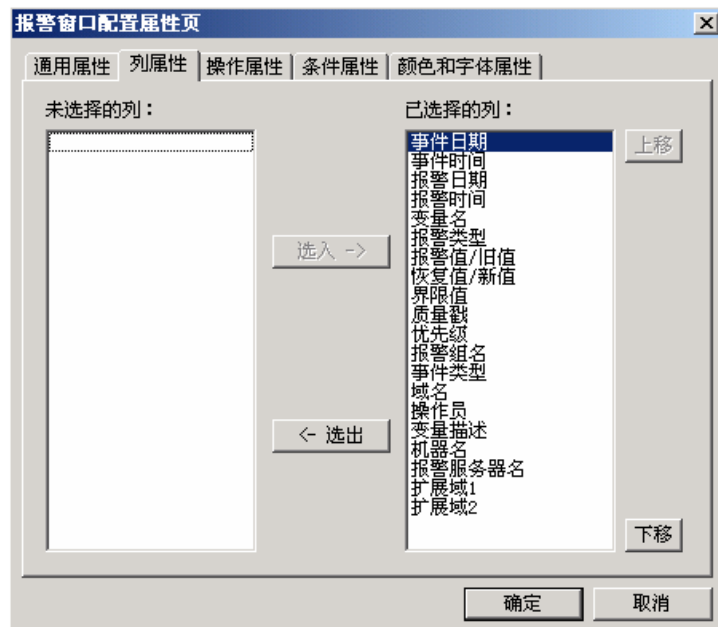

图 4-20 列属性页窗口
- 列属性页：报警窗口中的“列属性页”对话框，如图 4-20 所示。在此属性页中您可以设置报警窗中显示的内容，包括：报警日期时间显示与否、报警变量名称显示与否、报警限值显示与否、报警类型显示与否等等。